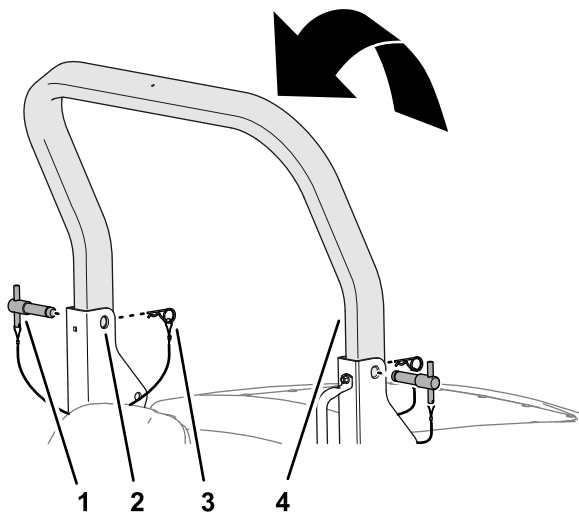

Bild 23
3. Heben Sie den oberen Überrollbügel an, bis die Löcher im Überrollbügel auf die Schwenkhalterungen ausgerichtet sind (Bild 23).
- Führen Sie die Überrollbügelstifte durch die oberen Löcher der Schwenkhalterungen und des oberen Überrollbügels (Bild 23).
- Sichern Sie die Überrollbügelstifte mit den Splinten an den Schwenkhalterungen (Bild 23).